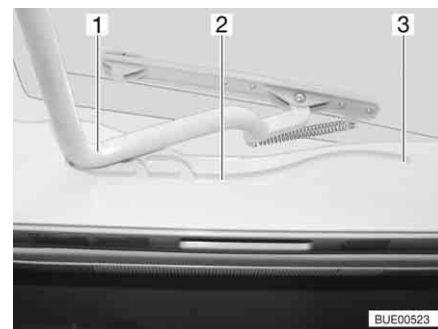

Fig. 41 Oblò Heki, guida
- Tirare la staffa (Fig. 41,1) nelle guide (Fig. 41,2) fino alla posizione più all'indietro (Fig. 41,3).
- Spingere la staffa (Fig. 41,1) leggermente verso l'alto con ambedue le mani.
- Tirare la staffa nelle guide (Fig. 41,2) fino alla posizione desiderata.